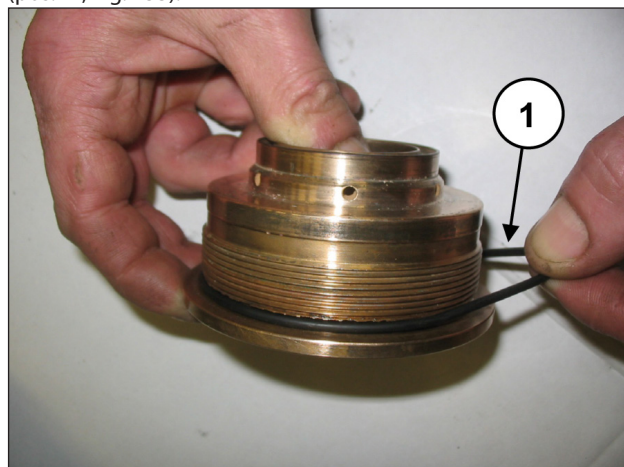

Fig. 153
Inserire l'O-ring del supporto guarnizione nell'apposita sede (pos. ①, Fig. 153).